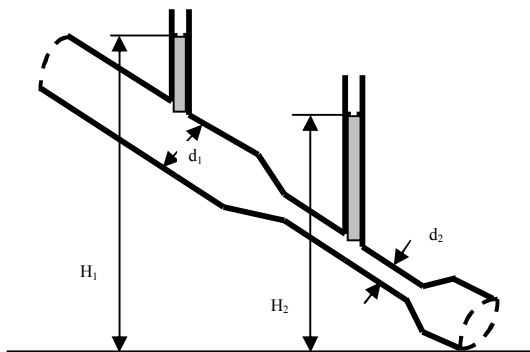

Рис. 6
7. На водопроводной трубе диаметром $d_1 = 10$ см установлен водомер в виде сужения диаметром $d_2 = 5$ см (рис. 6). Нормальное сечение 1 - 1 и суженное сечение 2 - 2 снабжены пьезометрическими трубками. Отметки свободной поверхности в пьезометрах $H_1 = 0,8$ м и $H_2 = 0,5$ м.